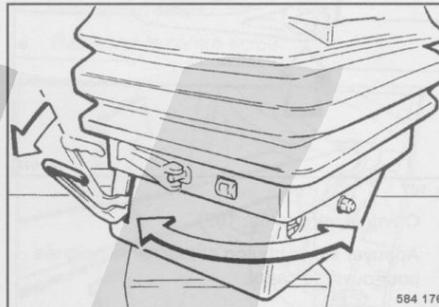

fig. 106
- Appuyer le levier (fig. 106) vers le bas pour orienter le siège*** dans la position désirée.